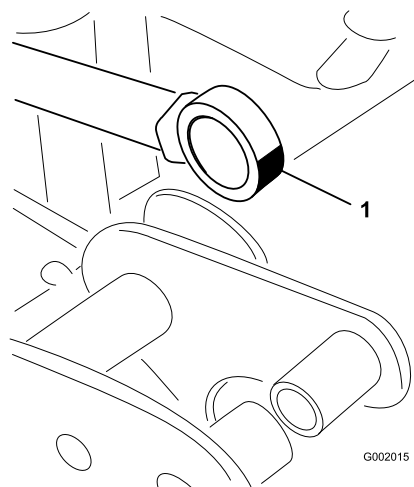

Figura 43
5. Manipule a extremidade do rolamento da barra do accionador e aplique massa lubrificante no rolamento (Figura 43). Limpe a massa lubrificante em excesso.